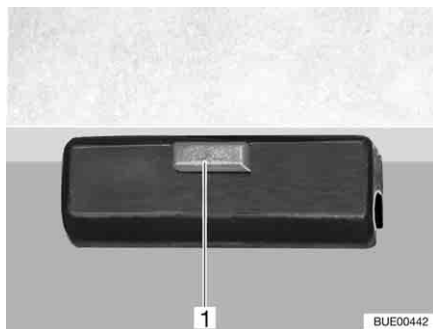

Fig. 106 Dispositivo de bloqueio
- Desprenda o dispositivo de bloqueio (Fig. 106,1) no tampo da mesa.